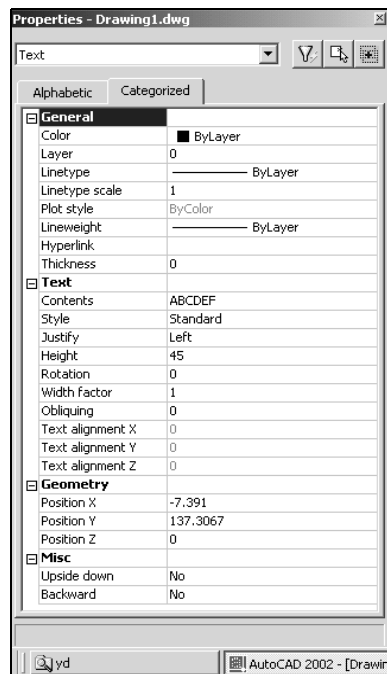

图 5-84 用 Text 命令标注的文本属性对话框
(1) 编辑 Text 命令标注的文本。如果用户选取用 Text 命令标注的文本, 则出现如图 5-84 所示的 Properties (对象属性管理器)对话框。用户可利用该对话框对所选取的对象进行修改。